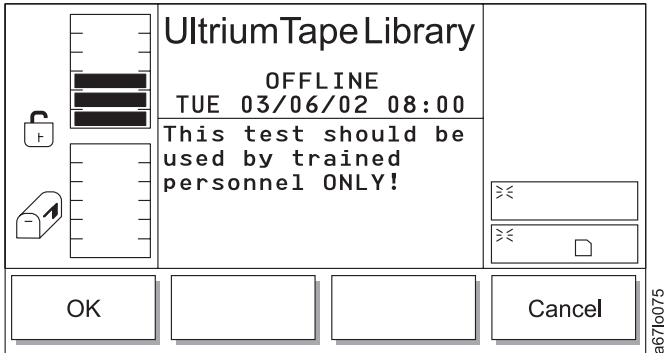

Abbildung 170. Schrittdialog
- Wird **Step** ausgewählt, erscheint der Schrittdialog (siehe Abb. 170 auf Seite 184).
Tabelle 119. Übersetzung von Abb. 170, Schrittdialog